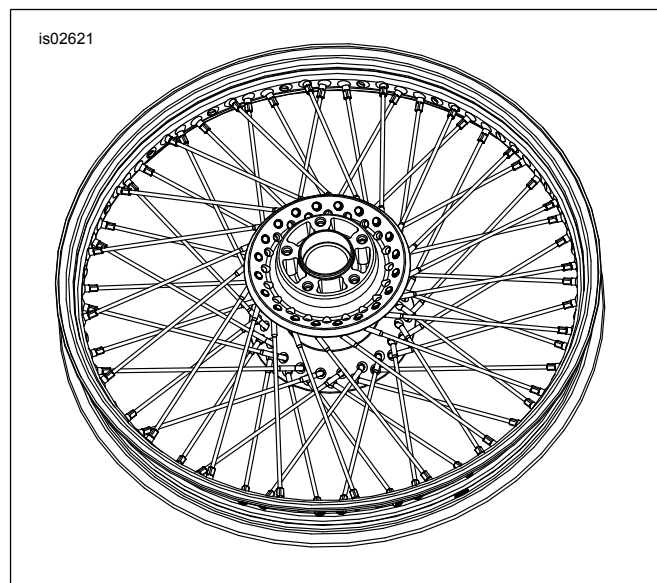

Figura 7. Installazione dei raggi esterni
7. Vedere Figura 7. Girare il cerchione in modo che il disco del freno sia rivolto verso il **basso**. Inserire nel mozzo uno qualsiasi dei raggi della fila **esterna**. Inclinare ogni raggio in senso antiorario ed inserirlo sul cerchione nel foro con l'angolatura corrispondente. Assemblare, senza serrare, il nipplino del raggio.